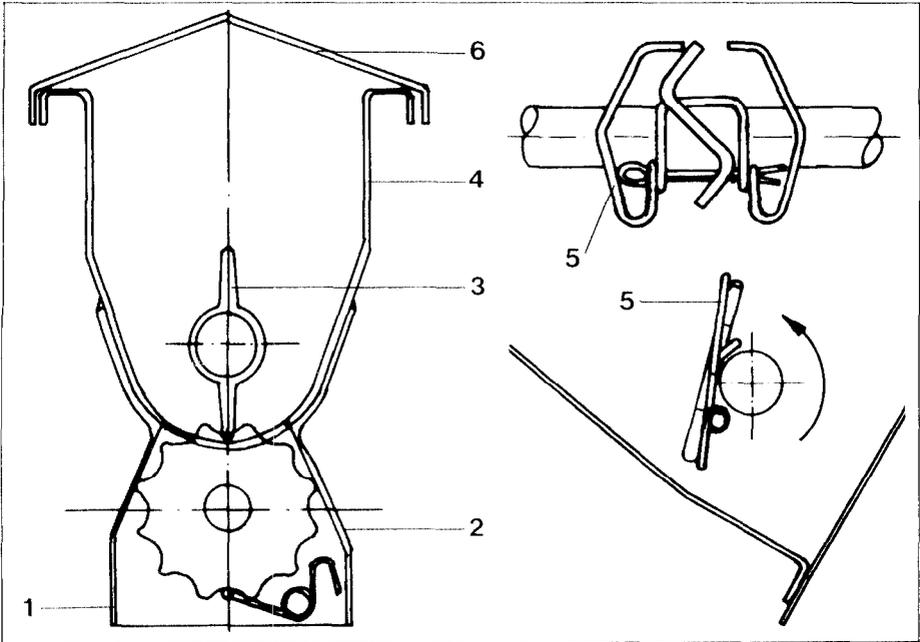
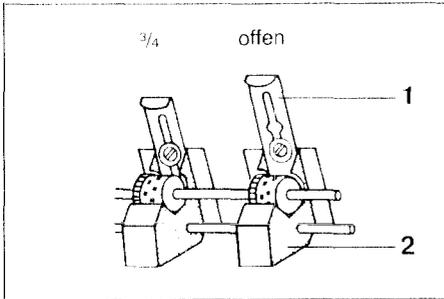

Fig. 38
Fig. 39
- a) Verschlussplättchen (Fig. 38/1) unter den Dosiergehäusen (Fig. 38/2) abnehmen. Falls einzelne Säräder nicht benutzt werden, müssen die Verschlussplättchen an den Dosiergehäusen über den nicht benutzten Särädern verbleiben.
i) Absperrschieber (Fig. 39/1) an Sägehäusen (Fig. 39/2) auf Stellung „ $\frac{3}{4}$ “ bringen, auch wenn in der Sätabelle Stellung „offen“ angegeben ist. Durch die intensive Rührwirkung der Rührbügel (Fig. 38/5) kann sonst Getreide über den Särädern unkontrolliert austreten.
Eine Entleerung des Beizgerätes kann vorgenommen werden, indem das Beizgerät in der Lagerung außen am Saatkasten nach dem Lösen der Ringschraube nach unten gedreht wird. Die Beizmittelreste fallen dann in den Deckel (Fig. 38/6) und können leicht nach dem Abnehmen des Deckels entfernt werden.
Die größte Sicherheit bietet eine Abdrehprobe für das Beizmittel. Hierzu muß, nachdem wie unter Punkten a) bis e) auf Seiten 31, 33 beschrieben ist, verfahren wurde, der Saatkasten geleert werden. Durch einige Umdrehungen an der Abdrehkurbel ist zu prüfen, ob aus allen Dosiergehäusen Beizmittel fällt. Dann werden die Dosiergehäuse unten durch die Verschußplättchen (Fig. 38/1) verschlossen.
An der Abdrehkurbel wird nun mit der gleichen Anzahl von Kurbelumdrehungen wie für die Abdrehprobe für Getreide gedreht. Hierbei fällt das Beizmittel auf die Verschußplättchen (Fig. 38/1) unter den Dosiergehäusen (Fig. 38/2).
Die Verschußplättchen (Fig. 38/1) werden nun vorsichtig abgezogen. Hierbei ist darauf zu achten, daß kein Beizmittel verschüttet wird. Das Beizmittel wird von den Verschußplättchen auf ein Blatt Papier o. ä. geschüttet und mit einer Briefwaage gewogen.